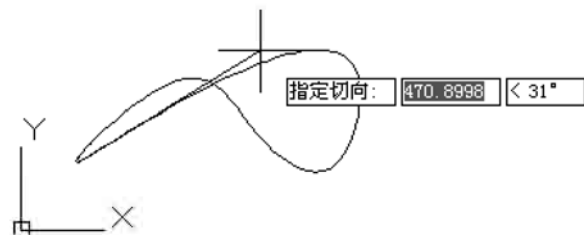

图 5-55
- **【闭合】**: 在命令输入行中输入 C 后, AutoCAD 会自动将最后一点定义为与第一点一致, 并且使它在连接处相切。输入 C 后, 在命令输入行中会要求用户选择切线方向, 如图 5-55 所示。